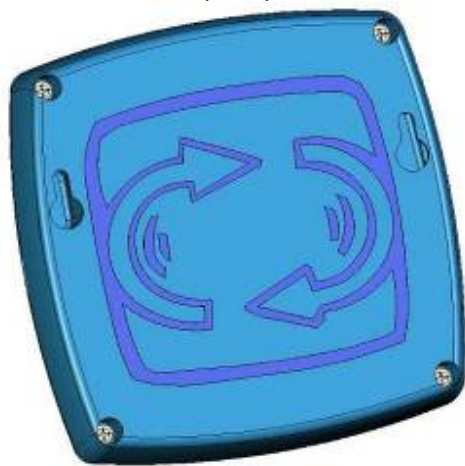

Fig.8
- In alternativa, si potrà posizionare ad incastro su 2 tasselli sfruttando le apposite asole sul retro della custodia (Fig.8)